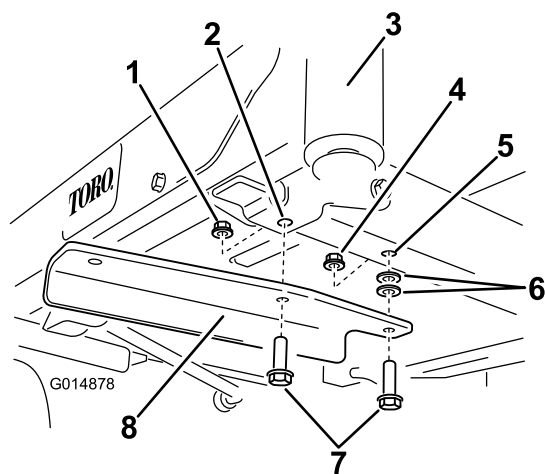

Figura 5
4. Instale el soporte izquierdo en la base del bastidor usando 2 pernos (3/8" x 1¼"), 2 arandelas y 2 contratuercas (3/8") (Figura 5).